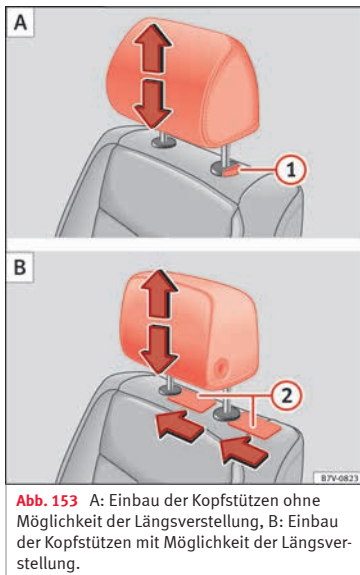

Abb. 153 A: Einbau der Kopfstützen ohne Möglichkeit der Längsverstellung, B: Einbau der Kopfstützen mit Möglichkeit der Längsverstellung.
- Bei vollständig eingedrücktem Knopf die Kopfstütze entnehmen » Abb. 153 ① A.